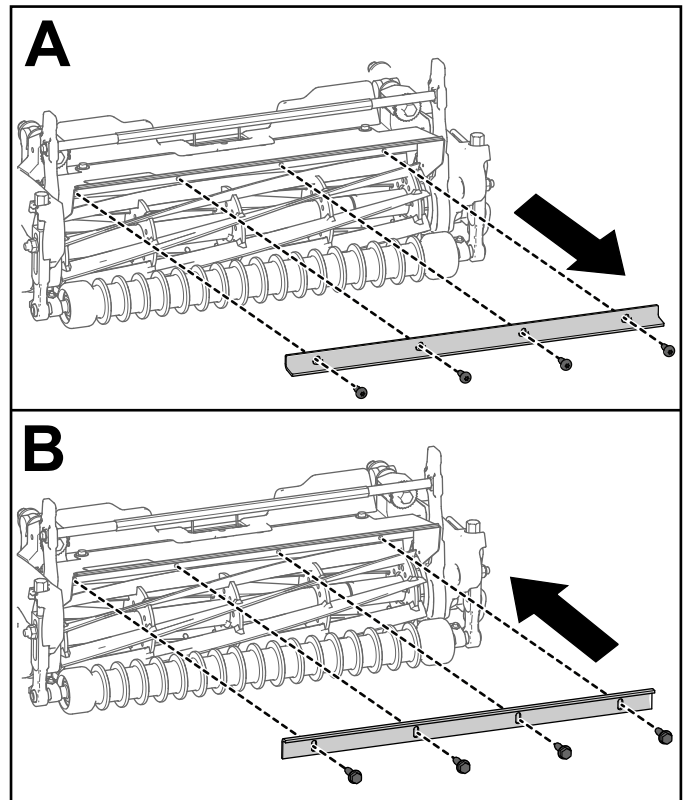

Bild 5
- Wenn die Schneideinheitenmodelle 04657 und 04658 auf einer anderen Greensmaster 3300 oder 3400 Zugmaschine verwendet werden, entfernen Sie die Grasablenkleiste und ersetzen Sie diese durch eine Schnittleiste (Bestellnr. 115-3303-03) und vier Schrauben (Bestellnr. 131-6150), wie in Bild 5 dargestellt.